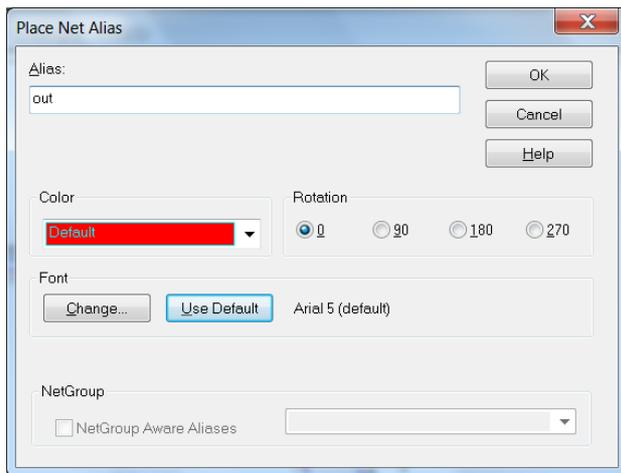

图 2-25 Place Net Alias 设置框
- ① 执行 Place→Net Alias 子命令，屏幕上将出现图 2-25 所示设置框。
- ② 在 Alias 文本框中键入节点名（本例中为 Out）。图 2-25 中另外三栏分别设置节点名采用的颜色（Color）、字体（Font）和放置方位（Rotation）。
③ 完成图 2-25 中各项设置后，按 OK 按钮，则电路图中光标箭头处附着一个小矩形框。
④ 将光标移动至放置节点名的位置，单击鼠标左键，即可将新的节点名设置于该位置。设置完成后，新的节点名代替了系统自动形成的 $N \times \dots \times$ 形式节点名。